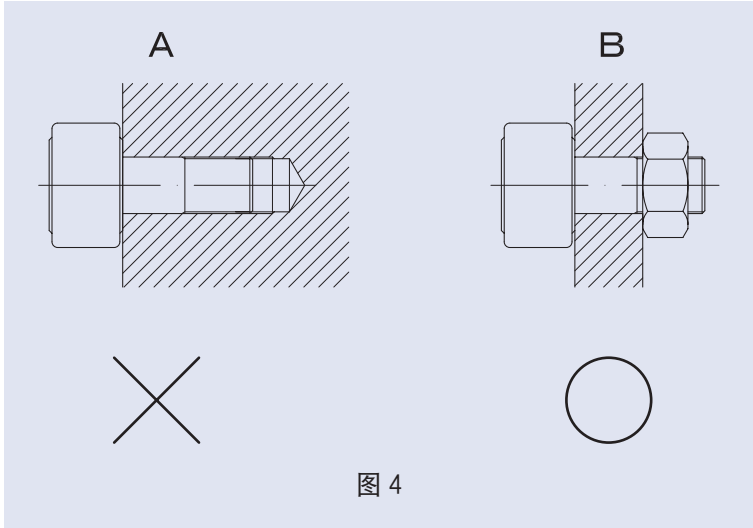

图 4
- 请勿采用在托架上攻螺纹并直接在上面拧紧产品而不使用螺母的方式安装,如图 4 (A) 所示。此安装方法难以得到充分的锁紧扭矩,当螺钉产生松动时,弯曲应力会集中到外螺纹部分,可能导致螺柱发生破损。